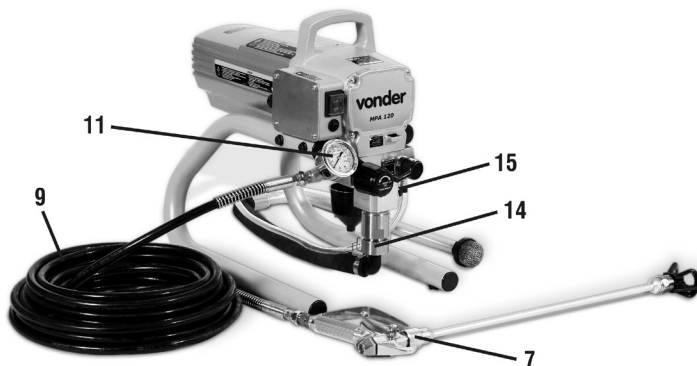

Figura 6 - Instalación
1. Instale el manómetro (11) en la salida del fluido (figura 6);
2. Encaje la manguera de alta presión (9) en la salida del fluido junto al manómetro;
3. En seguida, instale la pistola de pulverización (7) con la boquilla seleccionado en la manguera de alta presión;